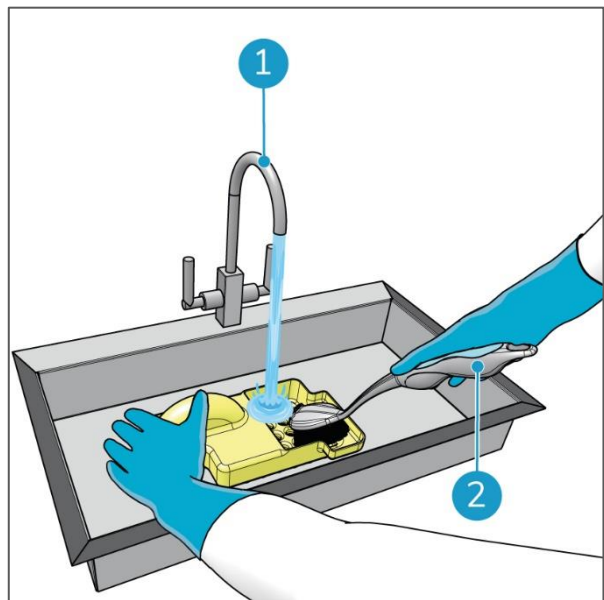

Figura 51
2. Rimuovere a mano i detriti e pulirli con acqua di rubinetto e una spazzola (Figura 51, pos 2) sopra un lavandino.
3. Risciacquare con acqua di rubinetto (Figura 51, pos 1).